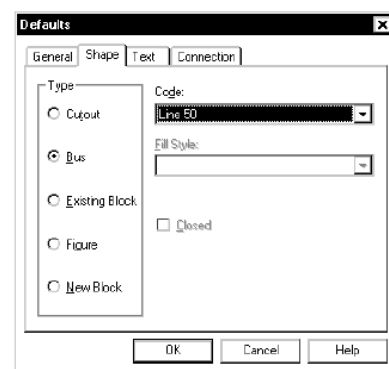

Рис. 18. Задание стиля прорисовки шин.
8. Зададим ширину линий, которыми будут рисоваться шины: в поле Type включим опцию Bus и в выпадающем списке Code выберем значение Line 50 (рис. 18).